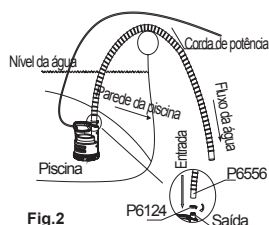

Fig.2
1. Conecte a mangueira fornecida à bomba de drenagem fixando a braçadeira da mangueira. (Veja Fig.2)